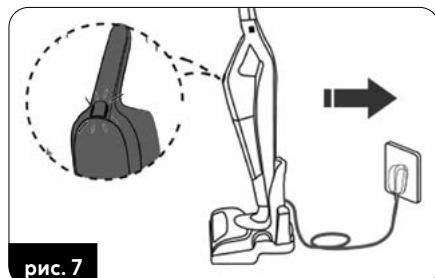

рис. 7
- Поместите правильно собранный пылесос в главном держателе и с электрощеткой на док-станцию (рис. 7). Подключите зарядное устройство к сети.